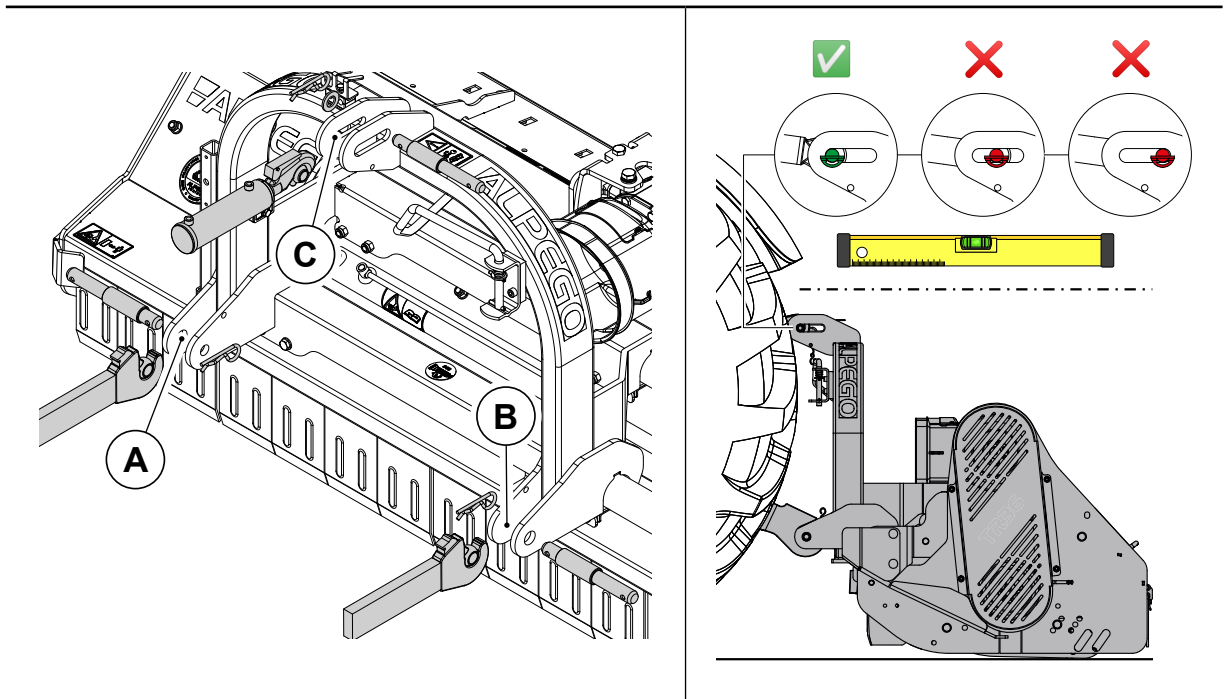
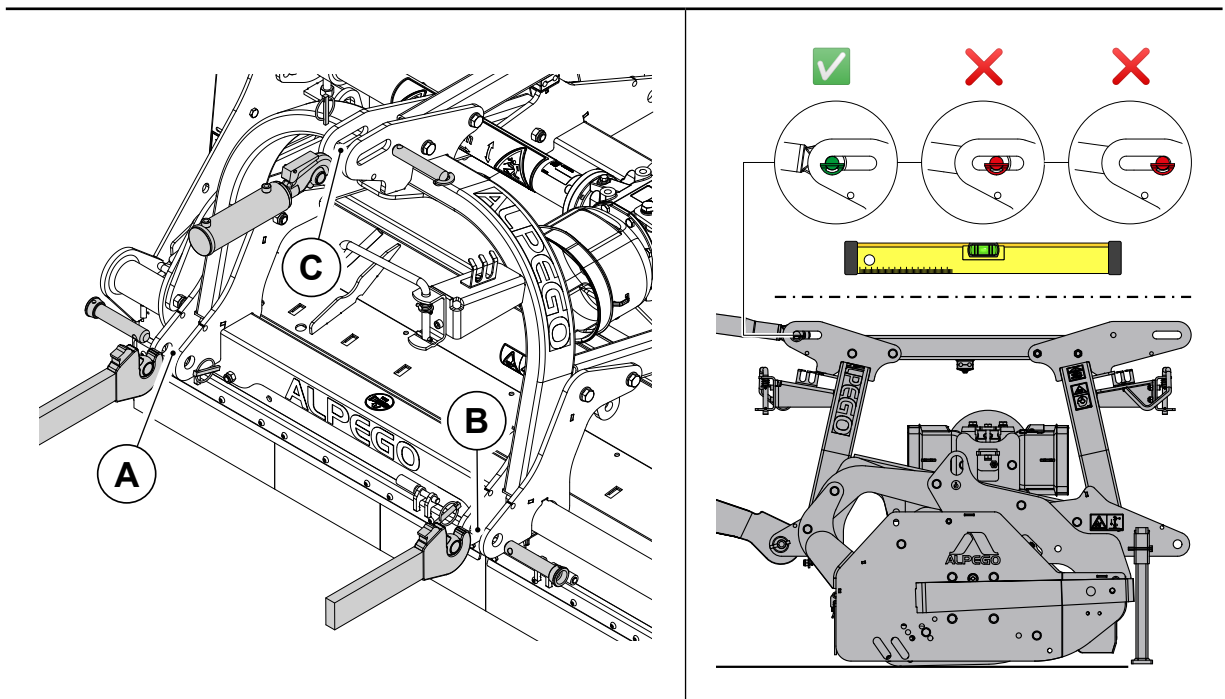

Fig. 18 Procédure d'attelage arrière du tracteur
Fig. 19 Procédure d'attelage avant du tracteur
1. Rapprocher les barres de l'élévateur en les plaçant à l'intérieur des plaques (Fig. 18 et Fig. 19 Dét. A-B), insérer la goupille dans le trou prévu et fixer à l'aide des goupilles à dé clic.
3. Raccorder le troisième point supérieur (Fig. 18 et Fig. 19 Dét. C) et effectuer un réglage correct avec le tirant, en vérifiant que le plan supérieur de la machine soit parallèle au plan du sol.
Pour l'accès à la route, régler le tirant du troisième point comme indiqué sur Fig. 18 ou Fig. 19 (selon le modèle).